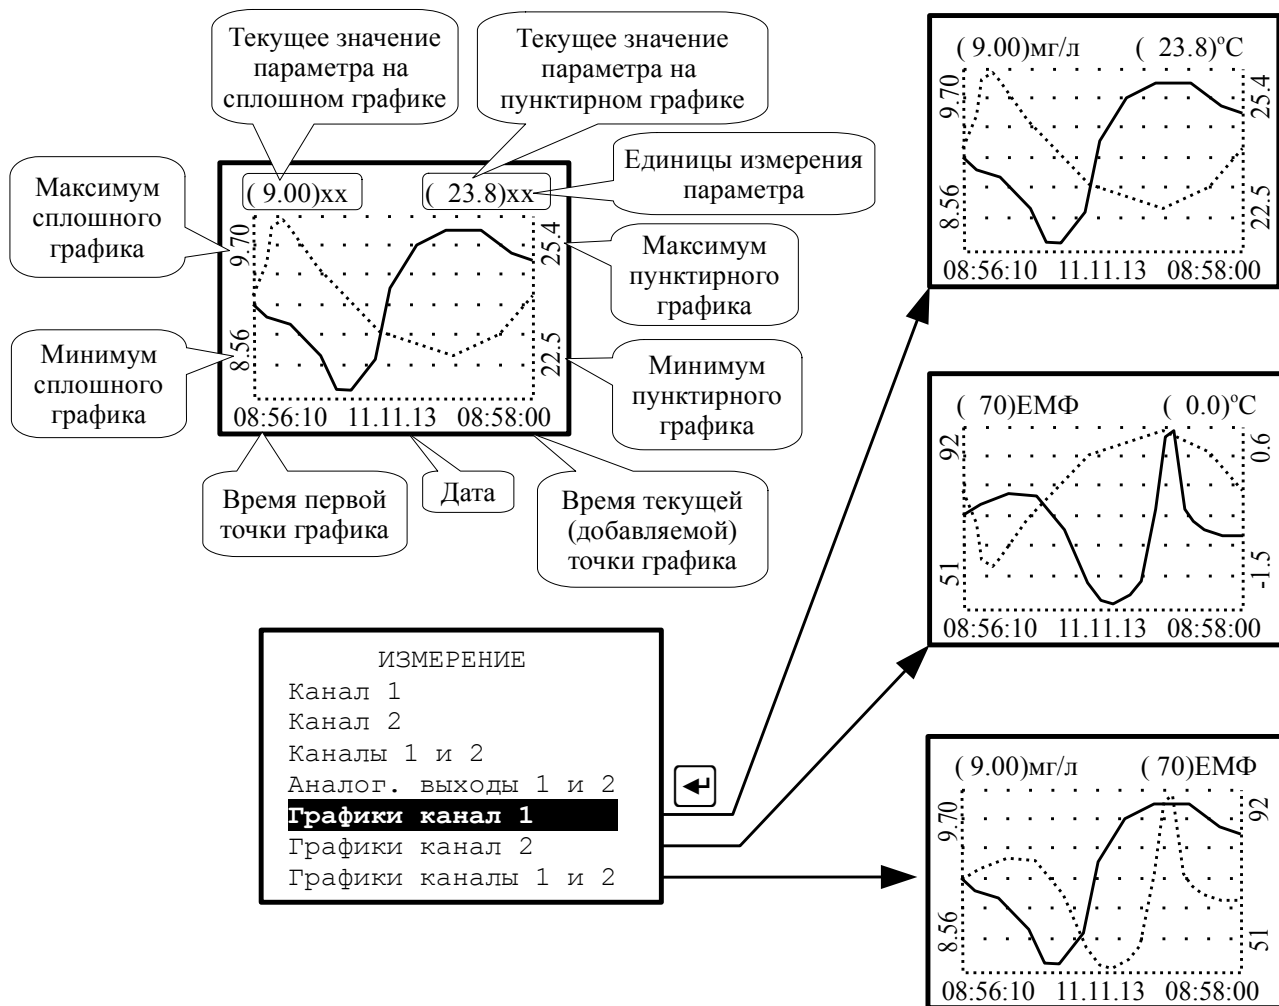

Рисунок 9 - Выбор графического отображения измеренных параметров
- отображение измеренных параметров в виде графиков (Рисунок 9).